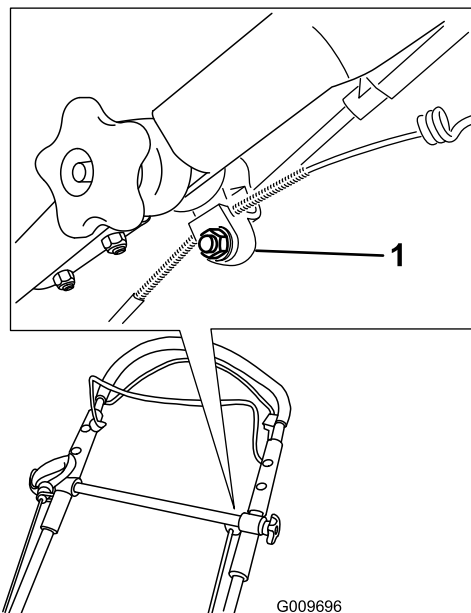

Figura 42
1. Afloje la tuerca del soporte del cable (Figura 42).